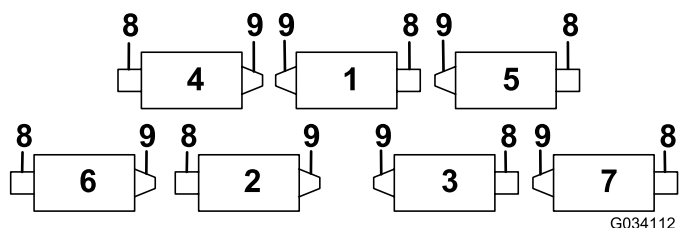

図 4
**注** 昇降アームの番号については図4を参照してください。